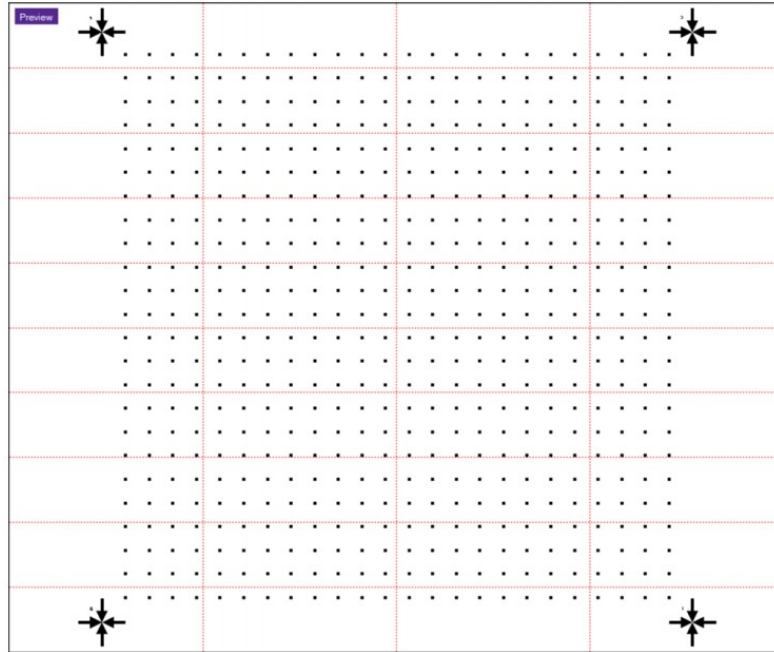

图 29 -使用分割网格的转换预览示例
4. 在“分辨率和尺寸 RESOLUTION AND SIZE”界面中选择设计的关键尺寸。该模块根据光刻所用的物镜实时计算输出图像的像素尺寸和整个图形光刻所需的曝光次数。转换结果的预览图像也会动态生成并显示(图 29)。预览图像上的红色虚线网格, 会显示在转换期间设计将如何分割。